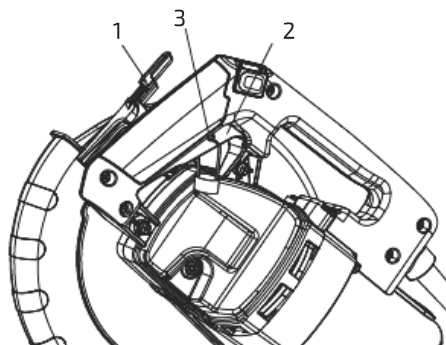

Рис. 22
Опустить рычаг блокировки нижнего щитка диска (1) и нажать курковый выключатель (2) для включения торцово-усорезной пилы (рис. 22).